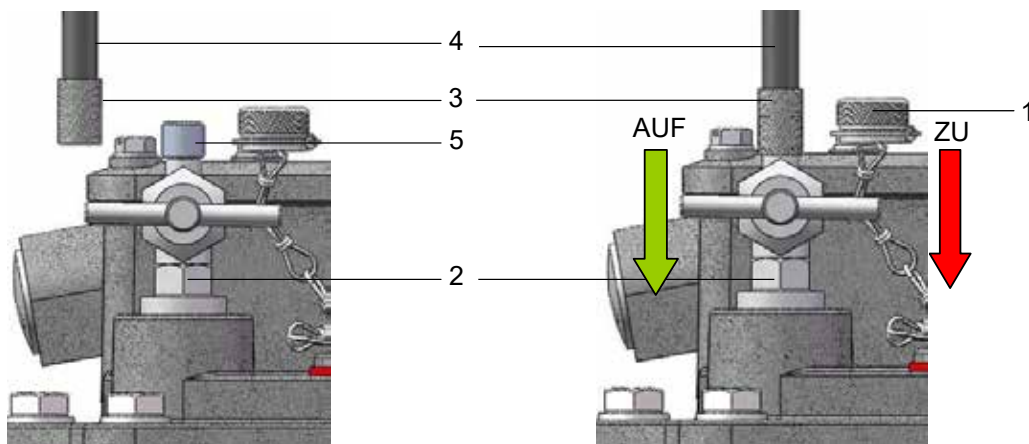

Bild 8 - Funktionsprüfung mittels Prüfpumpe
- Kleine Hutmutter (Bild 8/ Nr. 1) vom Entlüftungsventil (Bild 8/ Nr. 2) abschrauben
- Adapter (Bild 8/ Nr. 3) des Verbindungsschlauches der Prüfpumpe (Bild 8/ Nr. 4) auf Ventilstutzen (Bild 8/ Nr. 5) aufschrauben